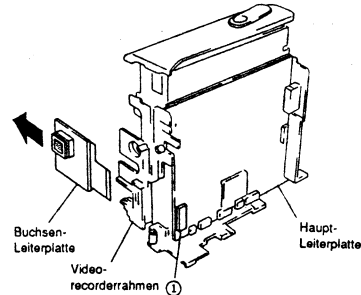

Abb. 2-29
- 1) Ein (1) Flachkabel (CN910) von der Haupt-Leiterplatte abtrennen (siehe Abb. 2-29).